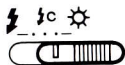

図38
2. 測光スイッチ⑤を押すと、そのときの明るさがF値表示されます。(図38)